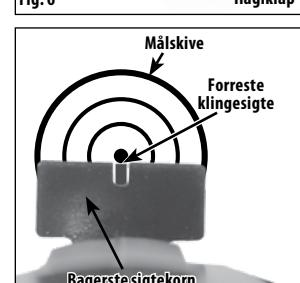

Fig. 7
- Luftgeværet sigter korrekt, når det forreste sigteblad ses lige i midten af hakket i det bagerste sigtemiddel. Toppen af det forreste sigteblad skal være i niveau med toppen af hakket i det bagerste sigtemiddel. Bullseye skal se ud som om, det hviler på toppen af forreste sigtemiddel (Fig. 7).